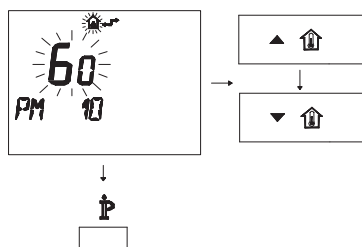

Figura 5.49
- Per modificare il SET programmato agire sui pulsanti ▲ ⬆ o ▼ ⬆ e aspettare che il numero programmato cominci a lampeggiare (Figura 5.49).